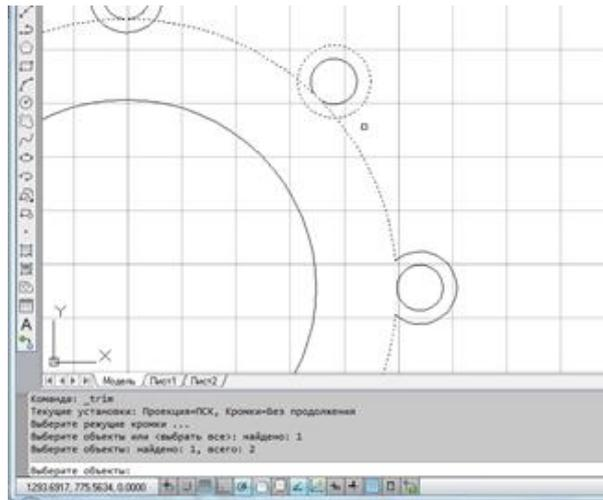

Рис.12. Использование команды Обрезка
9. Удалить ненужные части линий, воспользуемся командой **Обрезка** (панель Редактирование). После выбора команды сначала указать режущие кромки, а затем, завершив выбор клавишей **Enter**, ненужные участки линий (Рис.12).